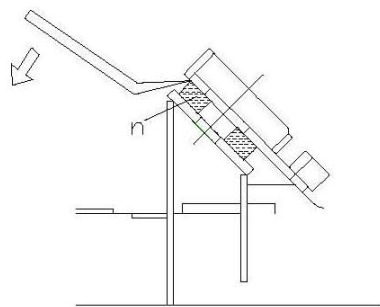
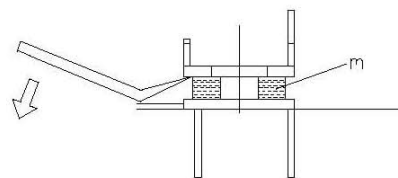

図 7
図 8
6.中マウント(m)3ヶ所 大マウント(n)1ヶ所は、バール等でエンジンベースを1ヶ所ずつ押し上げ、新マウントと入れ替える。この時、新マウントをエンジンベースの取付穴の中心に合わせる。・・・図7、図8